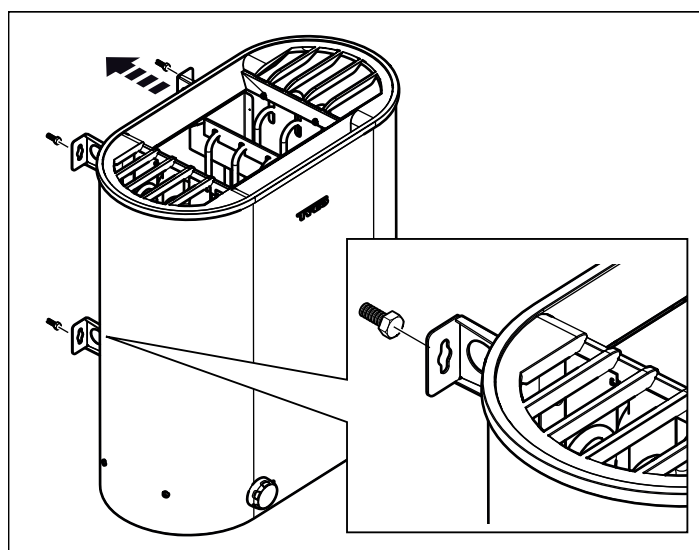

Fig 9: Häng upp aggregatet
7. Häng upp aggregatet på skruvarna se Fig 9, sidan 3.